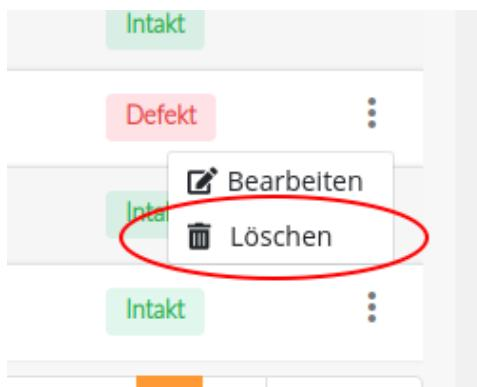

Abbildung 62: Löschen eines Prozessschrittes
- Klicken Sie auf der Übersichtsseite in der entsprechenden Reihe rechts auf das ausklappbare Menü (gekennzeichnet durch drei vertikale Punkte, vgl. Abbildung 62)